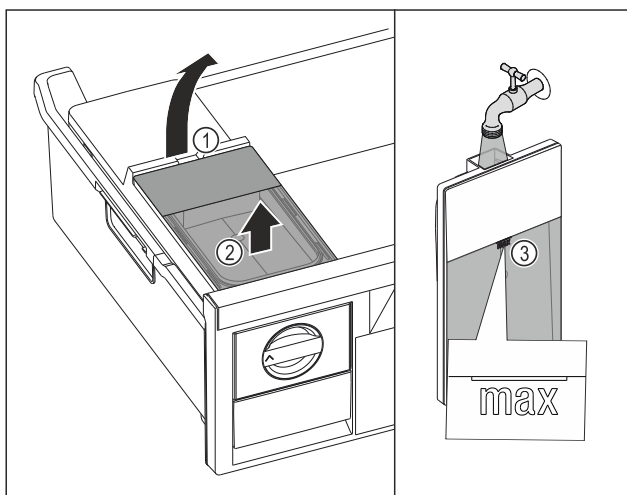

Fig. 180
- ▶ Zvedněte nádržku na vodu za vybrání Fig. 180 (1).
- ▶ Vyjměte nádržku na vodu nahoru. Fig. 180 (2)
- ▶ Naplňte nádržku na vodu pitnou vodou až po značku Fig. 180 (3).